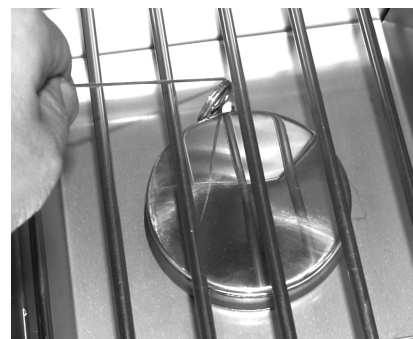

Fig. 30-2 - Éclairage manuel
**ATTENTION:** Attendez toujours cinq (5) minutes le gaz pour se dégager après que n'importe quelle tentative non réussie d'éclairage.
2. Insérez un allumeur brûlant de butane de long-baril, une allumette brûlante de long-tige, ou une allumette brûlante tenue par un support de prolongation de fil par la grille à cuire s'ouvrant au brûleur (fig. 30-2). Tenez la flamme contre le bord du brûleur.
4. Si le brûleur ne se allume pas dans les cinq (5) secondes de tourner le bouton de commande, **appuyez immédiatement sur le bouton et tournez la valve jusqu'à la position OFF**. ATTENDEZ CINQ (5) MINUTES avant de répéter les étapes 2 à 4 des instructions MANUELLES D'ÉCLAIRAGE.